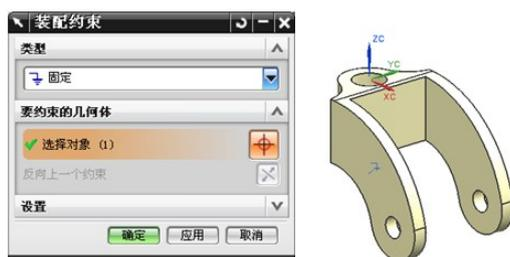

图 8.14 【固定】约束“fork”
① 单击【装配】工具条上的【添加组件】按钮，系统打开【添加组件】对话框，单击【打开】按钮，选择“fork”，单击【OK】按钮。
② 在【位置】选项组中，从【定位】下拉列表中选择【绝对原点】选项。在【设置】选项组中，从【引用集】下拉列表中选择【模型】选项，从【图层】下拉列表中选择【工作】选项，单击【确定】按钮。
③ 在【装配】工具条上单击【装配约束】按钮，打开【装配约束】对话框，在【类型】下拉列表中选择【固定】选项，选择“fork”，单击【确定】按钮，如图 8.14 所示。